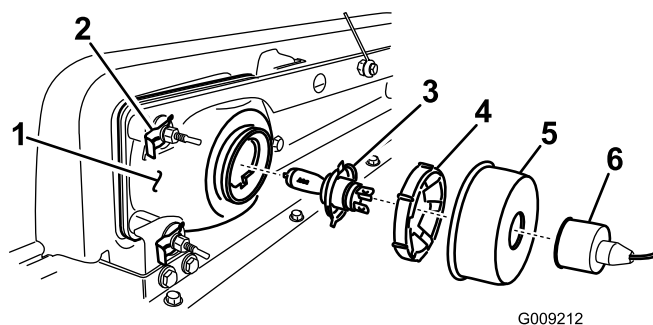

Figure 31
2. Enlevez le capuchon de protection en caoutchouc (Figure 31).
2. Sortez le phare en le déplaçant vers l'avant à travers l'ouverture dans le pare-chocs avant (Figure 31).
3. Montez le phare neuf à travers l'ouverture dans le pare-chocs (Figure 31).